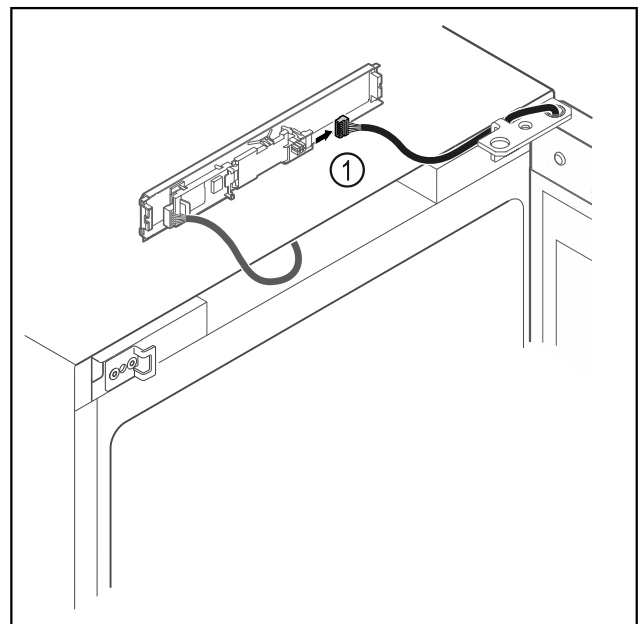

Fig. 16
- Ištraukite iš plokštės kištuką Fig. 16 (1).